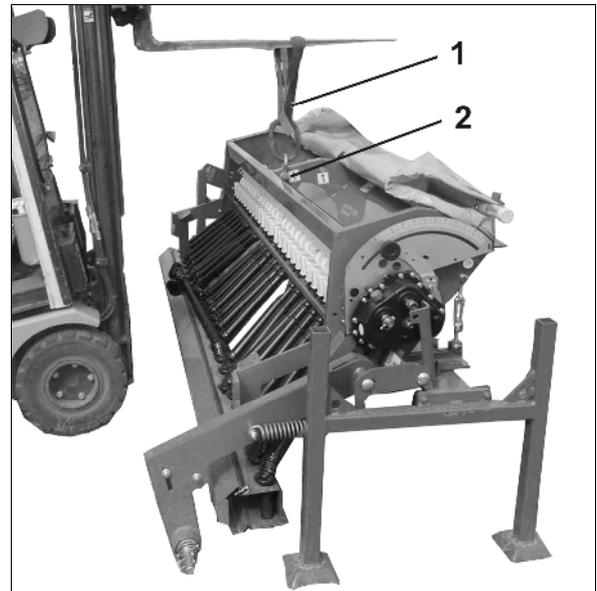

Fig. 23
2. Fixez la machine avec la sangle (Fig. 23/1) des moyens de levage.
Utilisez les emplacements de levage marqués (Fig. 23/2) sur la machine!